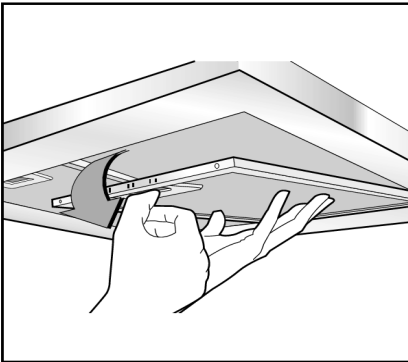

Abb. 1
- Falls Sie einen E-Herd, Gasherd oder Induktionsherd verwenden, muss der Abstand zwischen dem gleichen und unteren Teil der Abzugshaube mindestens 65 cm betragen. Falls Sie ein zweiteiliges Verbindungsrohr verwenden, muss der obere Teil außerhalb des unteren Teils positioniert werden. Schließen Sie die Abzugshaube nicht an die gleiche Leitung an, die für die Zirkulation heißer Luft oder den Abzug von Dämpfen anderer Geräte (keine elektrische Quelle) verwendet werden. Bevor Sie mit der Installation fortfahren, entfernen Sie den/die Fettschutzfilter (Abb. 1) für eine einfachere Handhabung des Geräts.